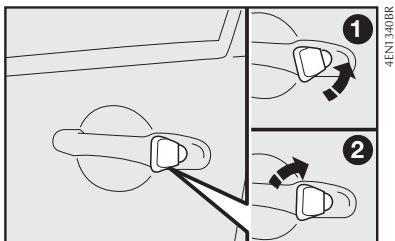
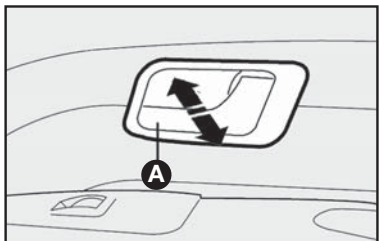

fig. 87
fig. 88
### Abertura manual por fora – fig. 87
Abertura: puxar a maçaneta de abertura **A**—fig. 88.
Efetuar o travamento das portas, manualmente, pressionando a maçaneta interna de abertura da porta dianteira direita **A**—**fig. 88** e, a seguir, girar a chave na fechadura externa da porta do motorista posição **2**—**fig. 87** no sentido horário.
– **Para fechar a porta manusear a maçaneta pela região C—fig. 88, para evitar o acionamento da fechadura, que iria impedir o fechamento da porta. O correto fechamento da**